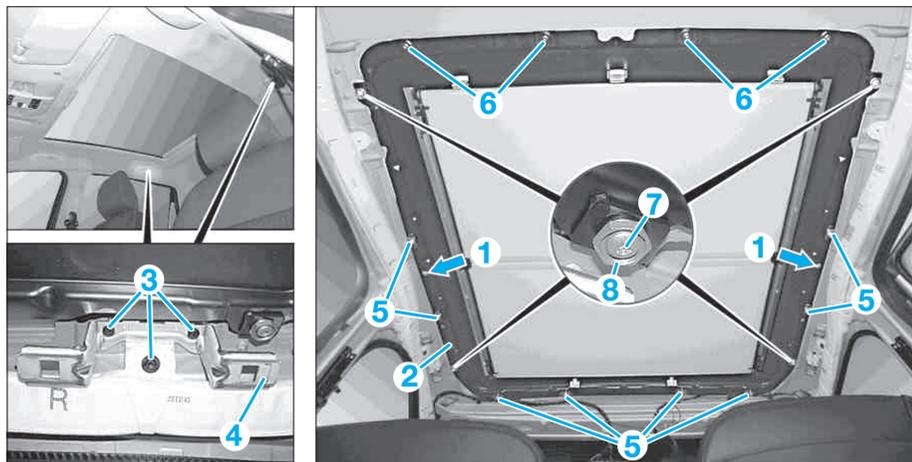

FIG. 61
- Placer une pince de maintien (1) dans les percages gauche et droit du cadre de toit panoramique (2) (Fig.61).
- De chaque côté, déposer les vis (3) et enlever la fixation (4).
- Desserrer les vis (5) et (6) jusqu'à ce que les assemblages vissés soient séparés.
- Desserrer les vis (7) jusqu'à ce que les assemblages vissés soient séparés.
- Placer une pince de maintien (1) dans les perçages gauche et droit du cadre de toit panoramique (2) (Fig.61).